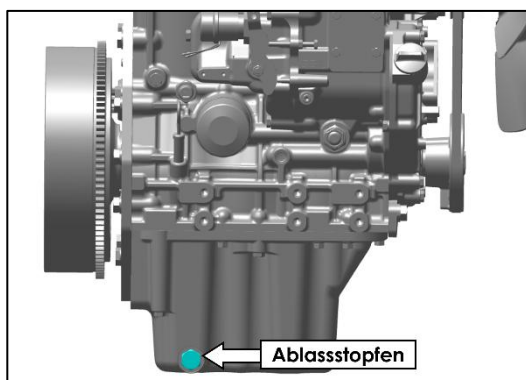
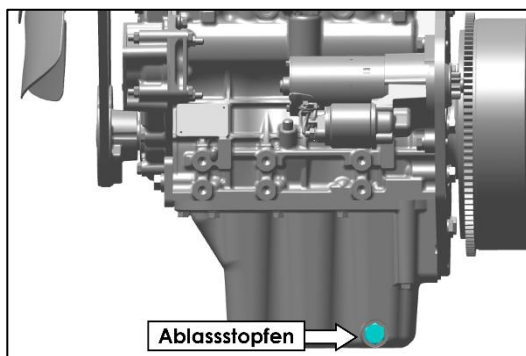

Abb. 156 – MOTORÖLABLASSSTOPFEN
Abb. 157 – MOTORÖLABLASSSTOPFEN
1. Stellen Sie den Traktor auf eine ebene Fläche, stellen Sie eine Auffangwanne unter die Motorwanne und entfernen Sie dann den Ablassstopfen der Motorwanne (Abb. 156 und Abb. 157).